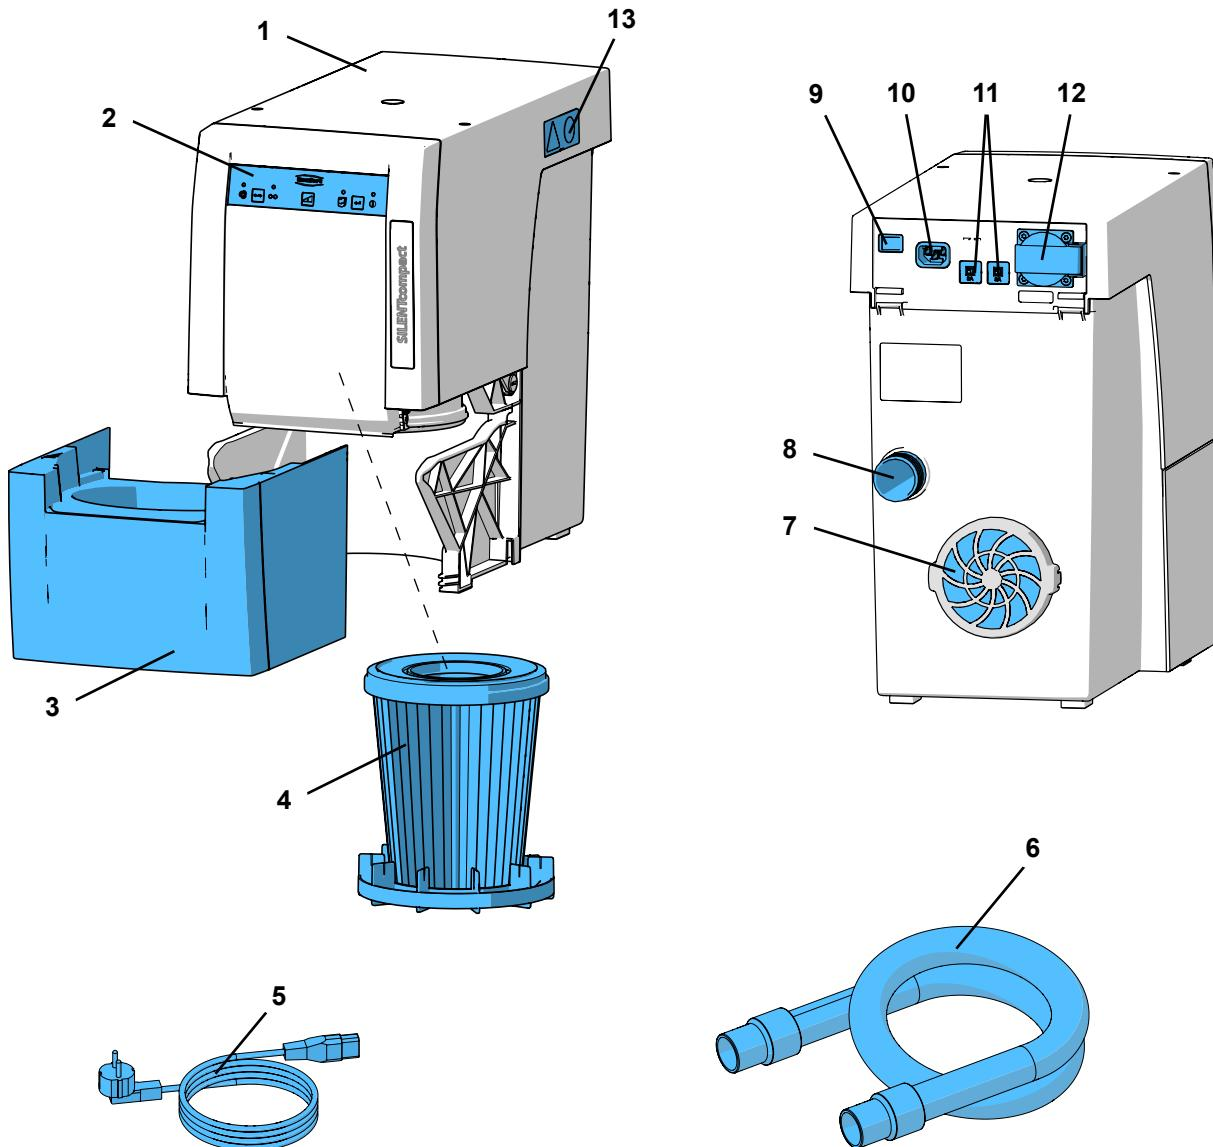

Fig. 1
- a exaustão de ar (7, Fig. 1) não fique obstruída.
- ⇒ Desligue o aparelho no botão Lig / Desl (9).
- ⇒ Ligue o cabo elétrico (5, Fig. 1) à ligação da rede elétrica (10).
- ⇒ Enfie a mangueira de aspiração (6, Fig. 1) no tubo de ligação (8).